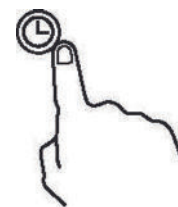

fig.5
- Presione el botón del TIMER (fig.5), luego utilice los botones “+” y “-“ para fijar el tiempo.